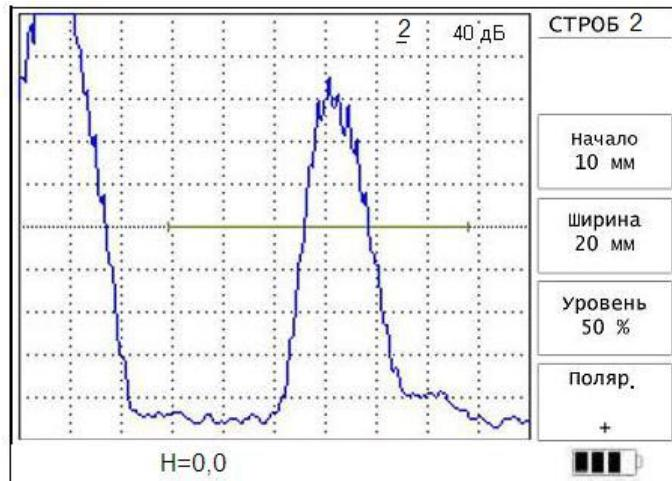

Рис.5.9.
5.4.4. Меню «СТРОБ 2» аналогично меню «СТРОБ 1» (рис.5.9).